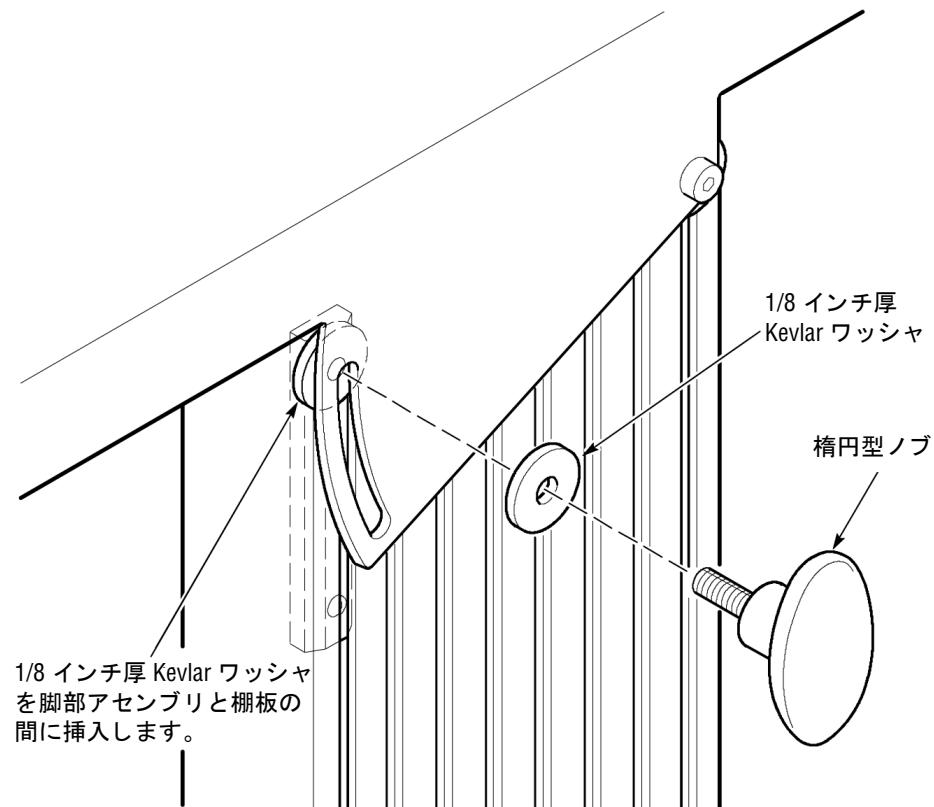

図 14: チルト式天板のノブの取り付け
- Kevlar ワッシャと楕円型ノブを取り付けます。楕円型ノブに Kevlar ワッシャを 1 個通し、天板の傾斜用溝を通して、さらに天板と脚部アセンブリ間にもう 1 個の Kevlar ワッシャを使って、レールの上の穴に取り付けます。詳細は図 14 を参照してください。